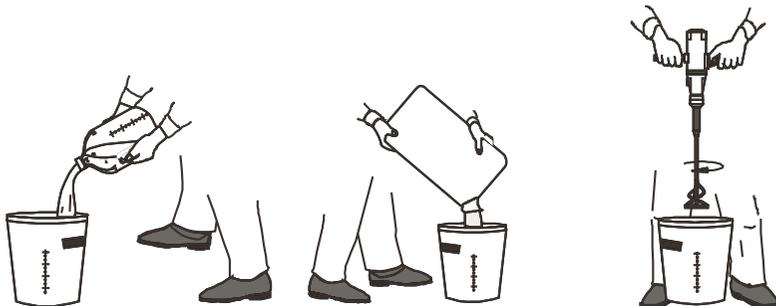

Рисунок 2 - Приготовление растворной смеси.
4.2.5 Приготовление растворных смесей заключается в перемешивании сухой смеси с определенным количеством воды в чистой посуде с помощью низкооборотной дрели (см. рисунок 2).